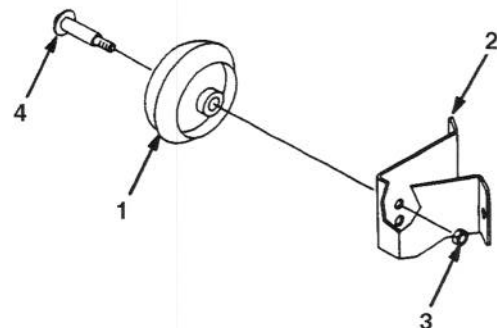

Bild 7
1. Zum Einstellen der Mähwerkkräder, die Radachsschraube entfernen und das Loch wechseln, in dem das Rad montiert wird (Bild 7).
2. Benützen Sie das obere Loch für niedrigste Schritthöhe und das untere Loch für längere Schritthöhen (Bild 7).